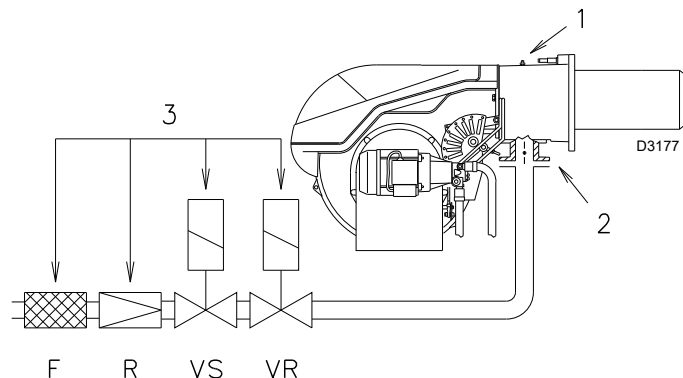

Abb. 23
Gasdruck, an der Entnahmestelle 1)(Abb. 23) gemessen mit:
- ziehen Sie vom Gasdruck an der Entnahmestelle 1)(Abb. 23) den Druck in der Brennkammer ab;
$$\begin{aligned} \text{Gasdruck an der Entnahmestelle 1)(Abb. 23)} &= 21,9 \text{ mbar} \\ \text{Druck in der Brennkammer} &= 3 \text{ mbar} \\ 21,9 - 3 &= 18,9 \text{ mbar} \end{aligned}$$
Um hingegen den am Anschluss 1)(Abb. 23) erforderlichen Gasdruck zu ermitteln, nachdem die Höchstleistung festgelegt wurde, bei der Brenner arbeiten soll:
Rechts den Druck am Anschluss 1)(Abb. 23) ablesen.
An der Entnahmestelle 1)(Abb. 23) erforderlicher Druck.